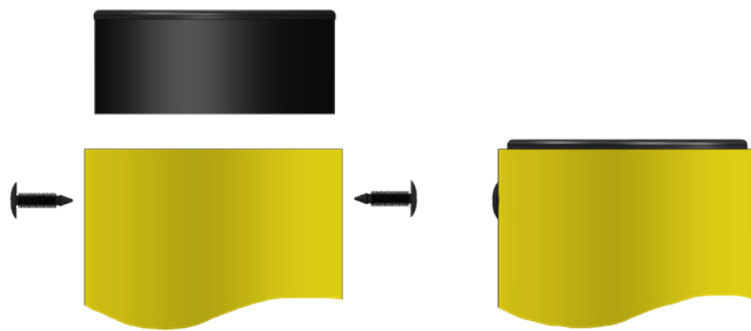
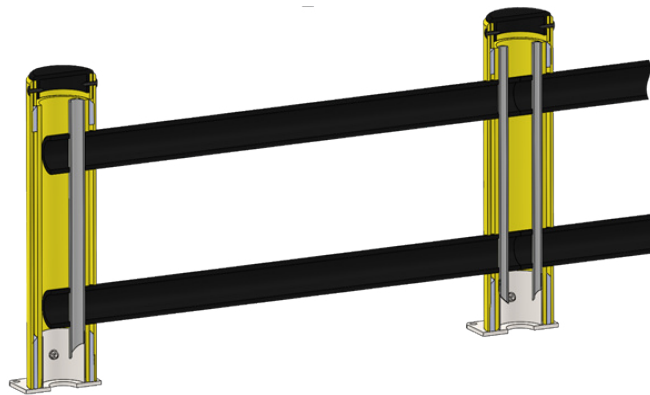

Рисунок 4. Встановлення кришок стовпів.
Рисунок 5. Переріз правильно змонтованої секції бар'єра BVC140.
4. Закрити верхівки стовпів кришками (рис. 4). Для зниження тертя рекомендується бічні сторони кришок змащувати мильним розчином. Після монтажу кришок їх необхідно закріпити фіксами (2 фікси на кришку). Для цього в площині симетрії бар'єра в стовпі на відстані 20 мм від верхівки жовтої труби стовпа потрібно просвердлити свердлом отвори 7 мм і забити в них фікси (осі цих отворів повинні бути орієнтовані в тому ж напрямку, що й елементи секцій), див. рис. 5.